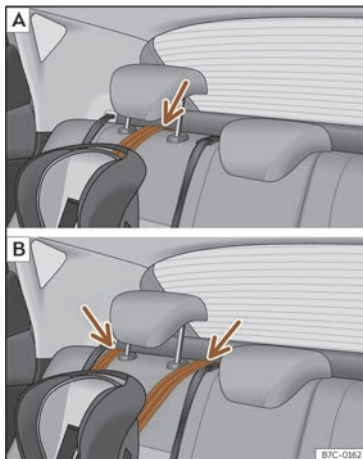

Fig. 27 Seients posteriors: ajust i muntatge en funció del cinturó Top Tether.
- Col·loqueu la corretja per sota del reposacaps del seient posterior»» **fig. 27** (en funció de les instruccions de la mateixa cadira, aixequueu o retireu el reposacaps si és necessari).